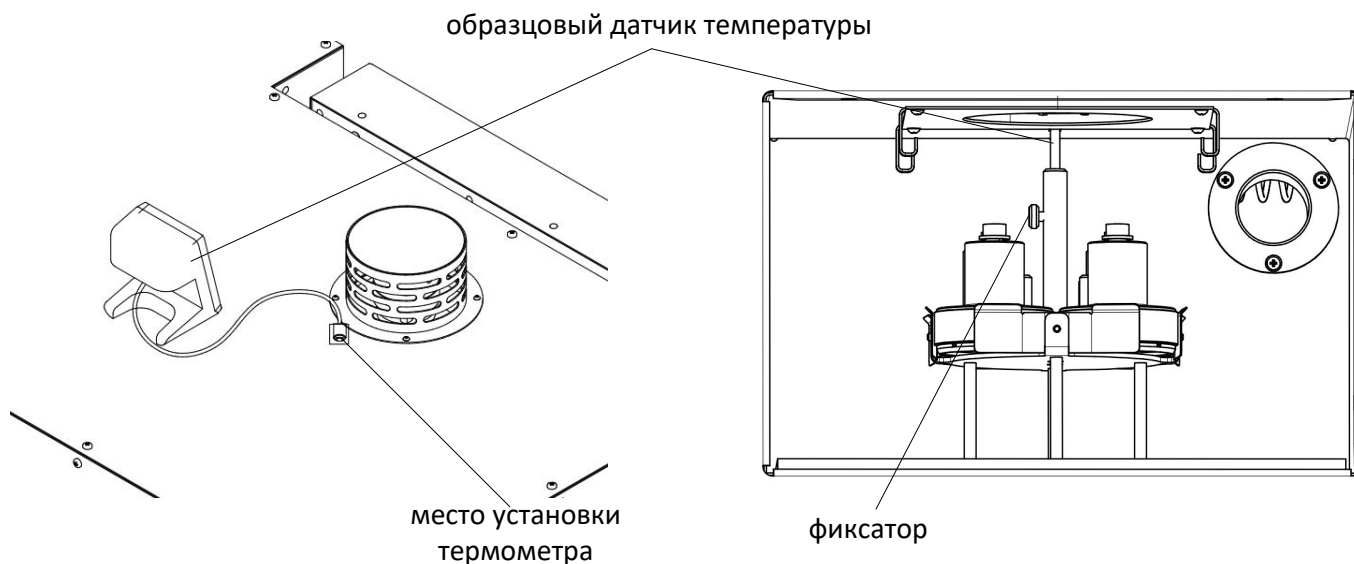

Рисунок 31 – Подготовка к проверке погрешности измерения температуры - Шаг 4
5.7.6 Образцовый датчик температуры установить через отверстие в кожухе на крышке аппарата за вентилятором в стакан калибровочного приспособления и зафиксировать фиксатором (см. рисунок 31).